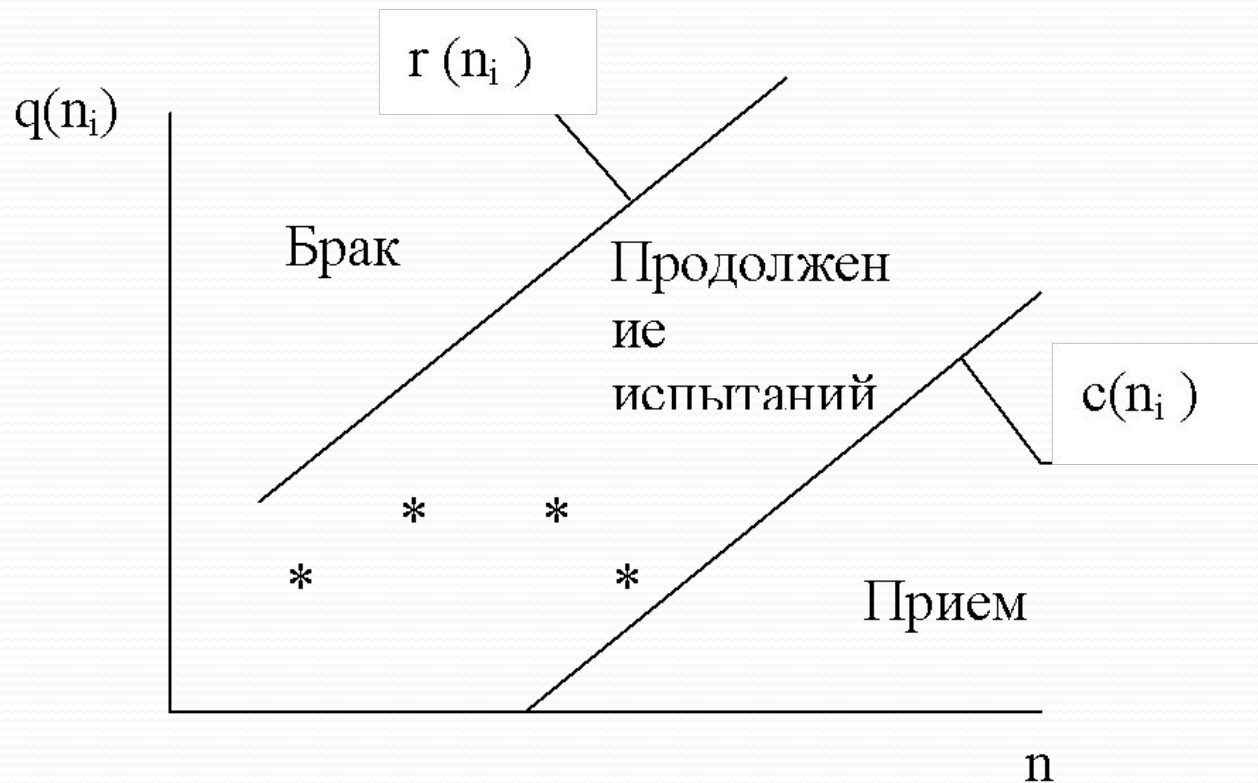

Рисунок 2 – Диаграмма плана последовательного контроля (принятие партии)
- **Последовательный контроль** - это контроль СПК, характеризующийся тем, что решение относительно приемки партии продукции принимают по результатам проверки нескольких выборок и проб, максимальное число которых заранее установлено, причем необходимость отбора последующей выборки или пробы зависит от результатов контроля предыдущих выборок или проб (рис.2)